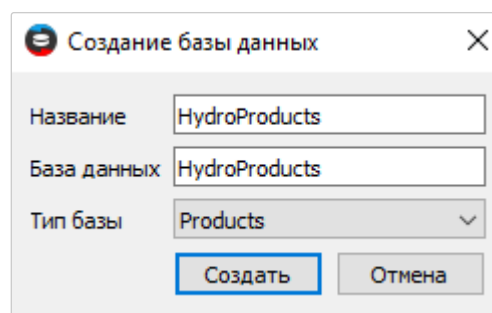

Рисунок 16. Поля для заполнения базы *Products*
- г) аналогичным способом создать базу *HydroProducts* (см. рисунок 16).